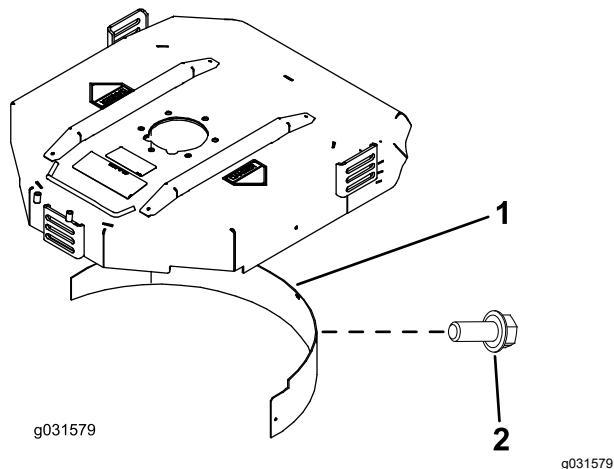

Bild 9
- Montieren Sie das Mulchablenkblech in der hinteren Öffnung und befestigen Sie es mit fünf Bundschrauben (Bild 9).